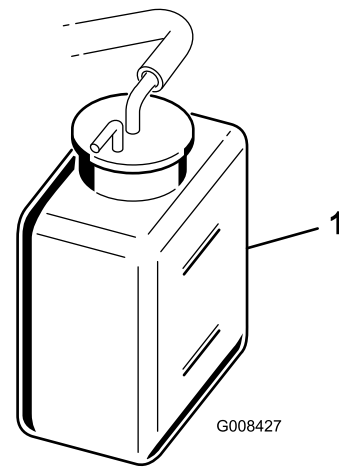

Bild 45
2. Prüfen Sie den Kühlmittelstand (**Bild 45**).